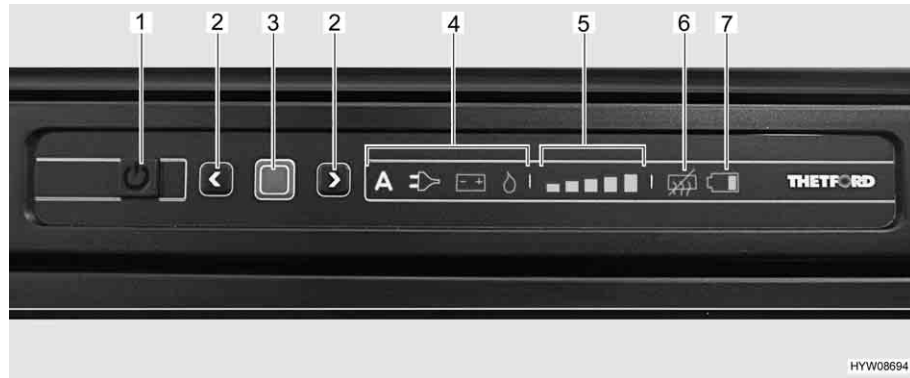

Fig. 179 Frigorífico Thetford N3000 con cuadro de mando de LED
- Presionar la tecla On/Off (Fig. 179,1) por 1 segundo. La tecla se ilumina de color verde. Después de aprox. 10 segundos, la visualización se atenuará automáticamente por razones de ahorro de energía.
- Pulsar la tecla de confirmación (Fig. 179,3). Se visualizará el modo de funcionamiento seleccionado más recientemente.
- Pulsar la tecla de confirmación (Fig. 179,3) por aprox. 2 segundos. Los símbolos de modo de funcionamiento parpadean.
- Selección manual de energía: seleccionar la fuente de energía deseada usando las teclas de flecha (Fig. 179,2).
- Selección automática de energía (sólo en la versión con selección automática de energía): seleccionar el modo de funcionamiento "A" usando las teclas de flecha (Fig. 179,2).
- Confirmar la selección con la tecla de confirmación (Fig. 179,3).
- Pulsar de nuevo la tecla de confirmación (Fig. 179,3). El indicador de nivel de refrigeración (Fig. 179,5) parpadea.
- Para cambiar el ajuste, pulsar las teclas de flecha (Fig. 179,2) hasta que se visualice el ajuste deseado.
- Pulsar la tecla On/Off (Fig. 179,1) por aprox. 2 segundos. Todas las lámparas se apagan. El frigorífico está desconectado.
Una vez conectado, el frigorífico automáticamente seleccionará el ajuste del termostato seleccionado más recientemente. Este reajuste puede modificarse manualmente con las teclas de flecha (Fig. 179,2). Pasan algunas horas hasta que el frigorífico alcanza la temperatura de servicio normal. Al cambiar a otro modo de funcionamiento, se conservará el ajuste del termostato.